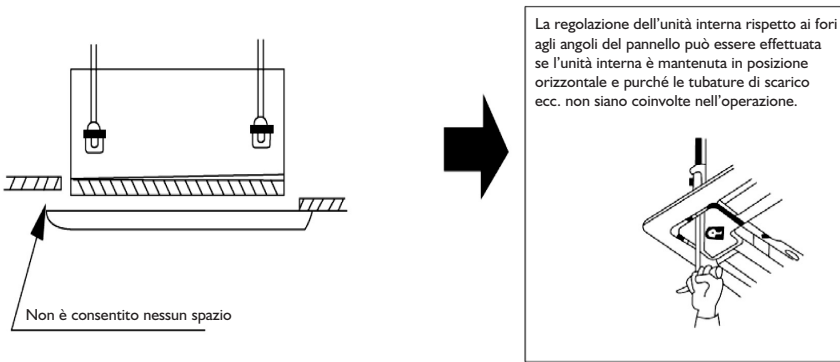

Fig. 6
2. Se rimane comunque uno spazio tra il soffitto ed il pannello dopo aver avvitato le viti, regolare nuovamente l'altezza del corpo dell'unità interna (fare riferimento alla fig. 6).